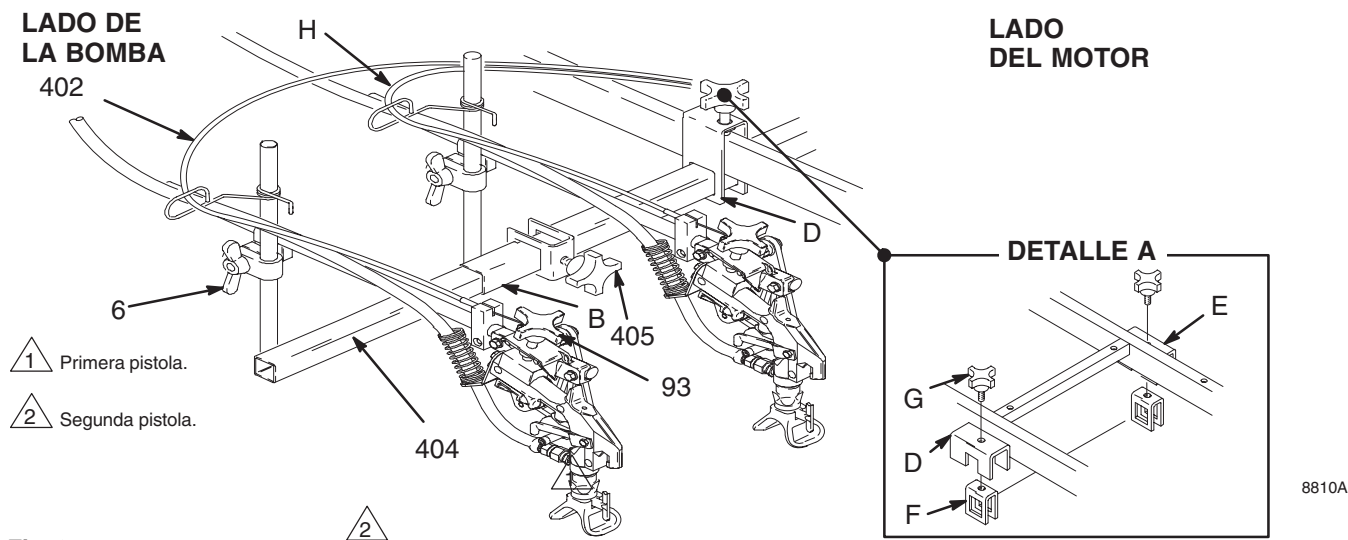

Fig. 3
2. Afloje la perilla del soporte de la pistola (93) y retire las pistolas. Apártelas para que no le molesten.
3. Retire los pasadores (G) de las dos abrazaderas del carro (D); el vástago del carro (B) y las abrazaderas de extensión (F) se caerán.
5. Coloque el vástago del carro por debajo de las abrazaderas del carro (D). Alinee los orificios de la parte superior de las abrazaderas de extensión (F) con los orificios del vástago del carro e instale los pasadores (G). Vea la Fig. 3, DETALLE A.
6. Afloje las abrazaderas del poste/brazo (6) y gire los brazos de la pistola (G) hacia adelante. Apriete las abrazaderas.